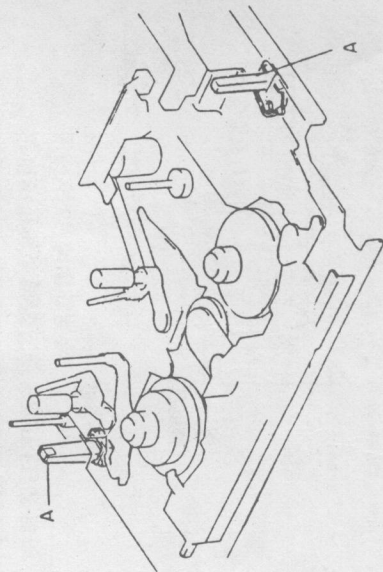

图37
④用黑色的遮蔽带将供带端传感器和取带端传感器（图37中A部分）掩盖起来以遮断光线；
⑤将电源软线插入交流插座；
⑥打开录像机的电源。